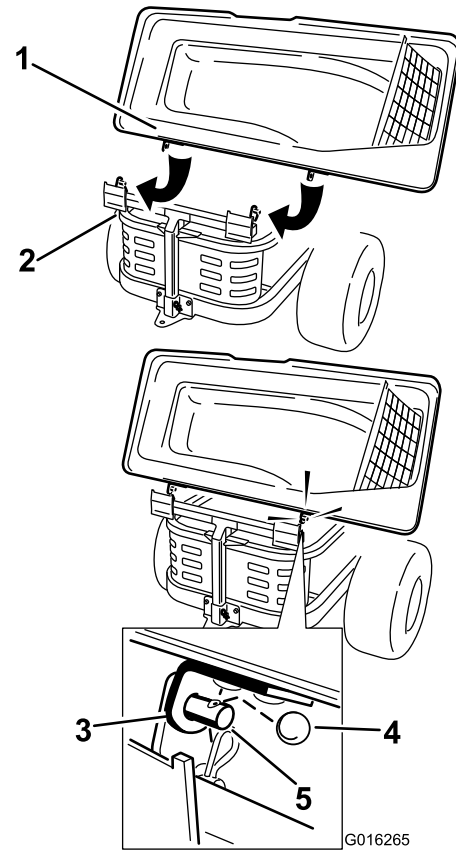

Figure 13
2. Enfilez les supports sur les ergots du cadre du système de ramassage et placez la goupille fendue ronde dans le trou de l'ergot droit (Figure 13).